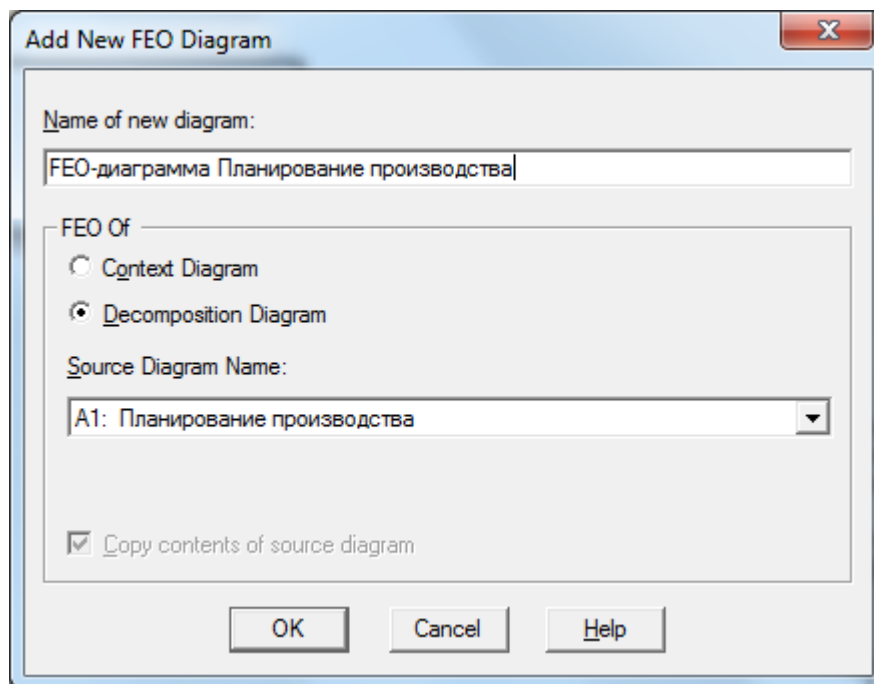

Рис. 32. Диалоговое окно *Add New FEO Diagram* (*Добавление новой FEO-диаграммы*)
1. В главном меню выберите команду *Diagram* \Rightarrow *Add FEO diagram* (*Диаграмма* \Rightarrow *Добавить FEO-диаграмму*). В появившемся окне (рис. 32) введите имя – *FEO-диаграмма Планирование производства*, установите переключатель в положение *Decomposition Diagram*, в поле *Source Diagram Name* (*Имя диаграммы источника*) – *A1: Планирование производства* и нажмите *OK*. На *FEO*-диаграмму скопируется выбранная диаграмма модели.